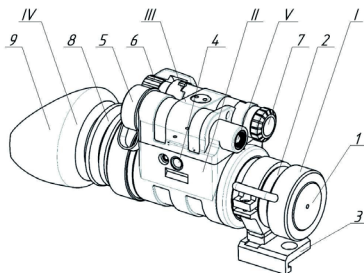

Рисунок 1. Внешний вид изделия
- Открутите крышку батарейного отсека (5) (рис. 1);
4.2.2. Включите изделие, повернув ручку включения (6) в положение «Вкл». Экран ЭОП, наблюдаемый через окуляр изделия, должен засветиться.